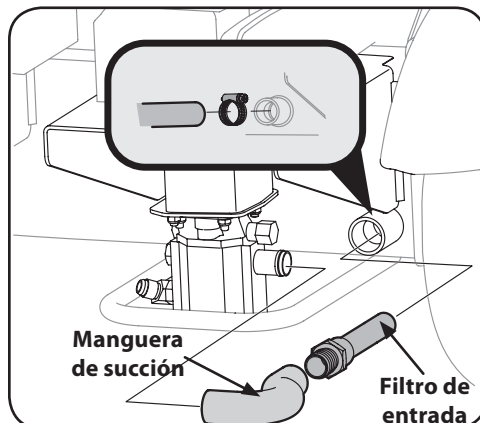

Figura 5-2
3. Si el motor tiene una vertical de puesta a punto se muestra en la Figura 5-2, vea la Figura 5-2 para cambiar el fluido hidráulico.